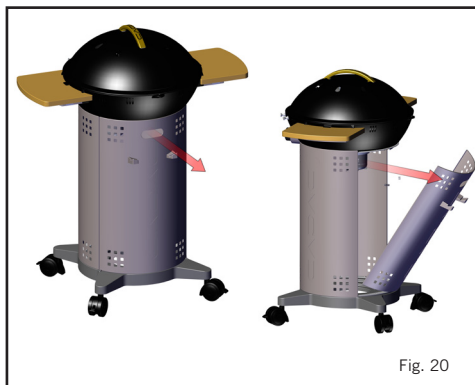
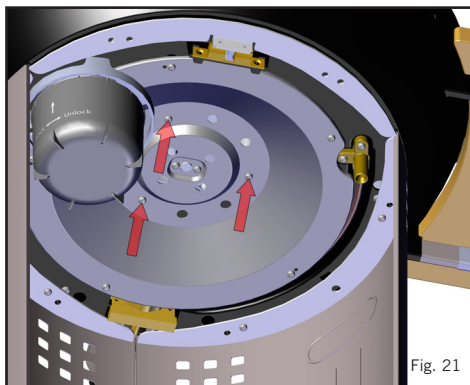
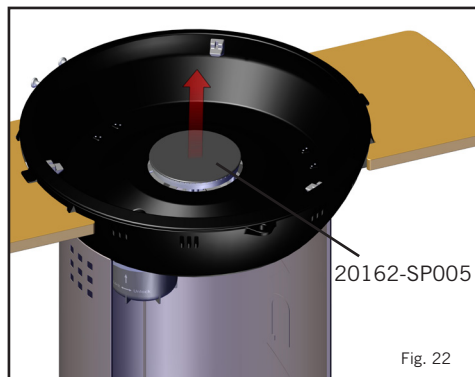
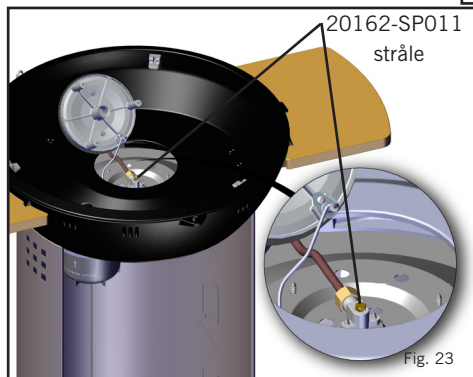

Fig. 20
Fig. 21
Fig. 22
Fig. 23
- **Byte av munstycket:** Dra ut den bakre panelen med hjälp av handtaget (fig. 20). Ta av locket, grillgallret, grythållaren och andra lösa delar från grillen. Skruva ur de 3 skruvarna på grillens undersida enligt fig. 21, så att brännaren frigörs. Lyft försiktigt ut brännaren (fig. 22). Observera att brännaren är ansluten till ledningen för piezotändningen. Dra INTE ur brännaren med kraft, eftersom du riskerar att ledningen för piezotändningen går av. Lägg försiktigt brännaren så att munstycket syns (fig. 23). Du kan nu ta av munstycket med en lämplig skruvnyckel. Använd inte en tång, eftersom den kan skada munstycket så att det blir oanvändbart eller omöjligt att ta av. Skruva in det nya munstycket i ventilen. Dra inte åt munstycket för mycket, eftersom det kan skadas.